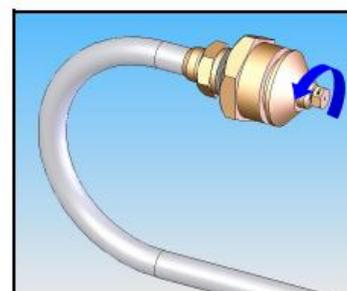

Figure 5
- Dismantle current injector, and insert a new injector appropriate to gas system intended to use instead of it (Figure 5).
- Bauen Sie die vorhandene Druckdüse (njektor) aus und setzen Sie die für das Gassystem geeignete neue Druckdüse (Injektor) dafür ein (Bild 5.).